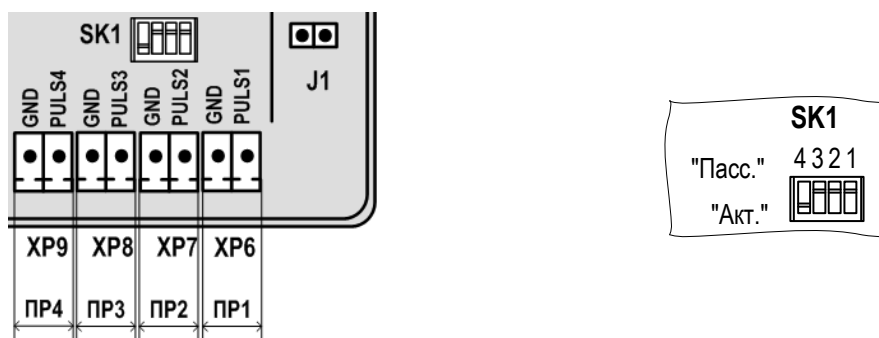

Рис.8. Маркировка коммутационных элементов подключения ПР1-ПР4.
6.4.1.1. Входы каналов расхода 1...4 предназначены для подключения датчиков расхода с выходным частотным, либо импульсным сигналом. Маркировка коммутационных элементов для подключения ПР1-ПР4 показана на рис.8.